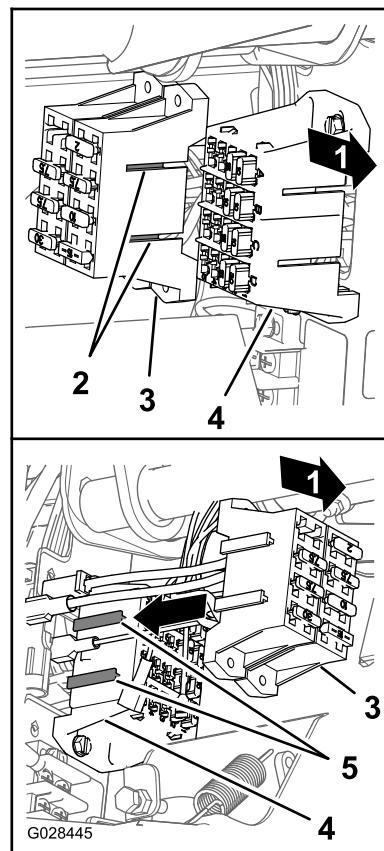

Figura 26
5. Allineate i raccordi a T sul portafusibili dell'irroratrice alle fessure a T del portafusibili della macchina e fate scivolare il portafusibili dell'irroratrice nelle fessure fino a quando il portafusibili risulta saldamente in posizione (Figura 26).